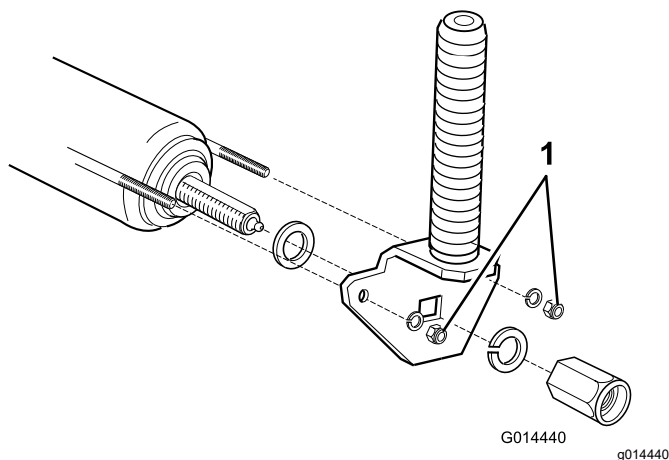

Figure 83
2. Serrez les écrous de 4 tours complets pour tendre correctement le fil (Figure 83).